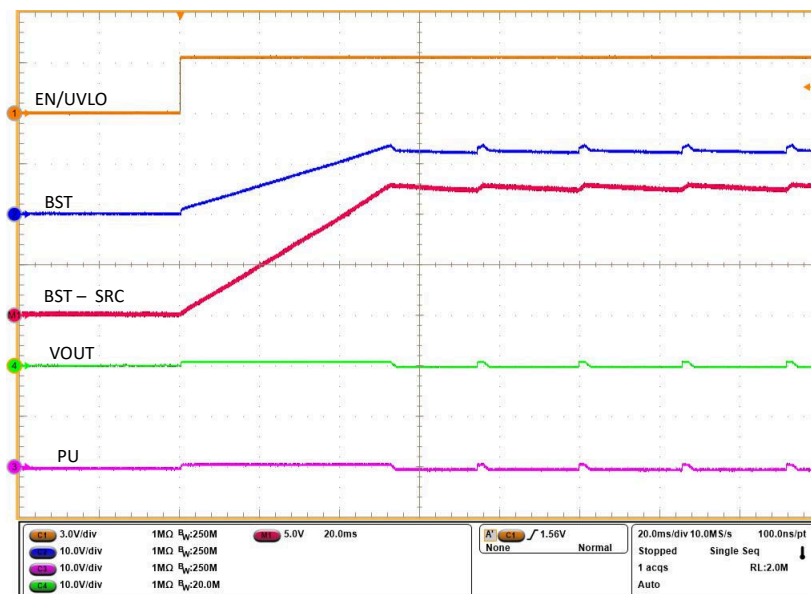

图 5-3. INP 接地时自举电压的启动曲线
6. 然后，启用 EN/UVLO 为高电平，以便在 INP 接地时观察 BST、GATE 和 SRC 的启动曲线，如图 5-3 所示。